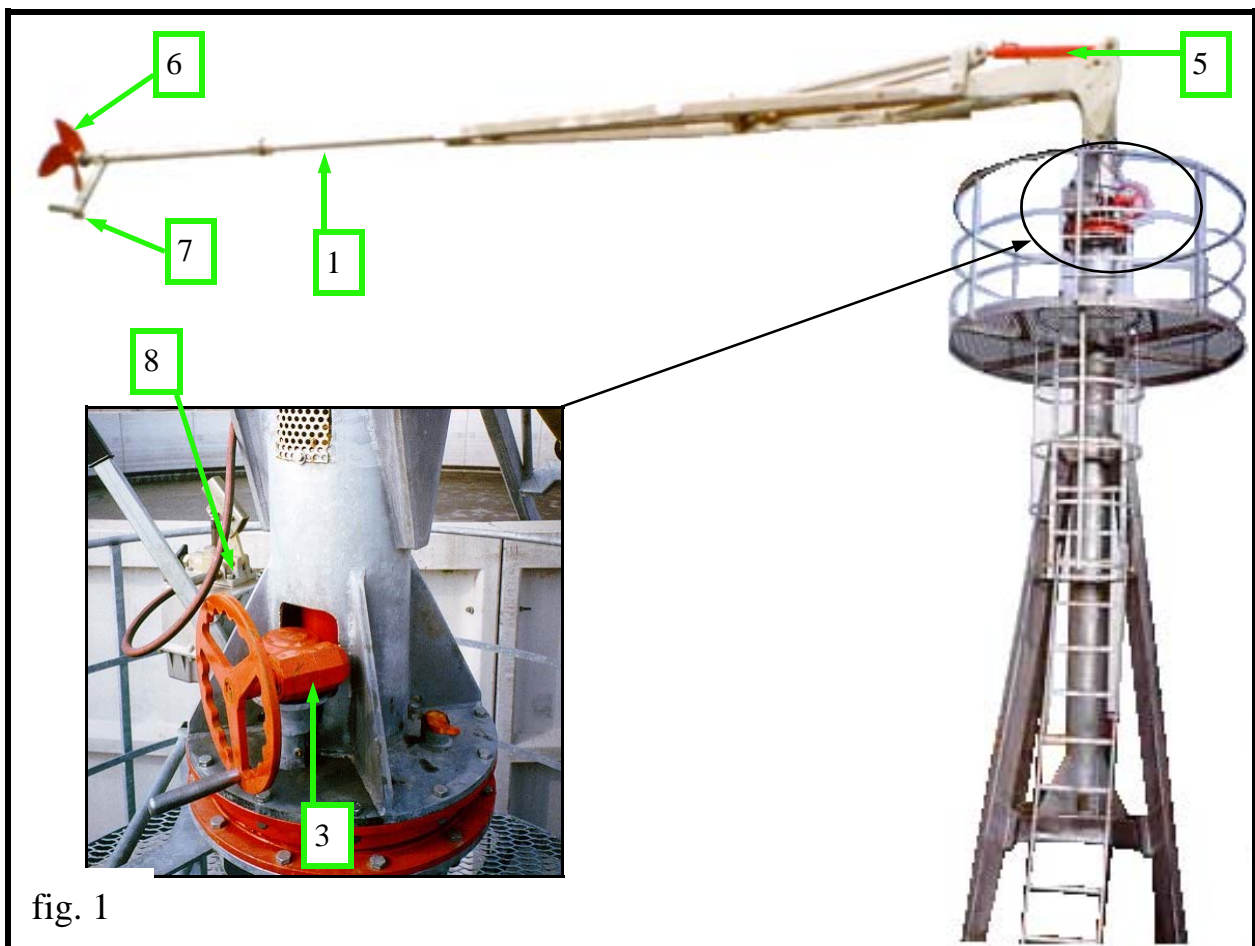

fig. 1
- 12) Alzare, in posizione orizzontale, la ventola miscelatrice (part. 6 fig. 1) e la trasmissione (part. 1 fig. 1) prima di girare il verricello (part. 3 fig. 1) per la rotazione della colonna.
Collegare il tubo idraulico 4 tra il pistone 5 e la pompa manuale 8 fig. 1; agire sulla leva e lo sfiato della pompa per il posizionamento dell'elica miscelatrice.